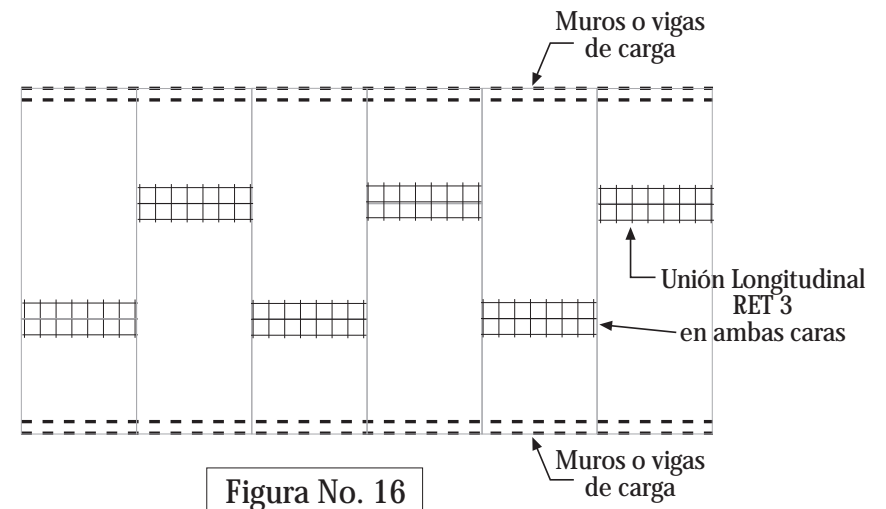

Figura No. 16
4.3 Para la colocación de paneles para losa, debe alternarse las uniones entre paneles, según se muestra en la figura No. 16.